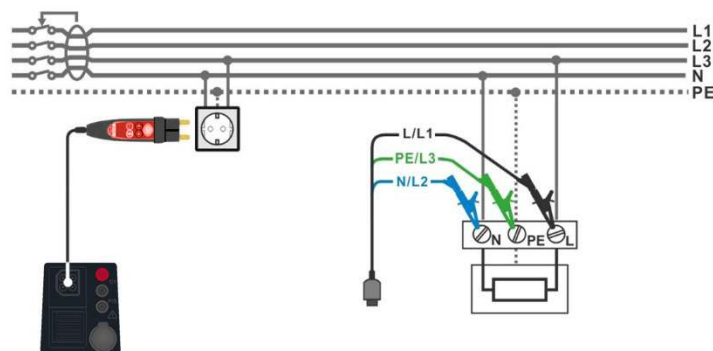

Abbildung 4.76 AUTO TN (RCD)-Messung
- Schließen Sie die 3-Leiter-Prüfleitung oder den Commander-Prüfstecker am Prüfobjekt an, siehe **Abbildung 4.76**.